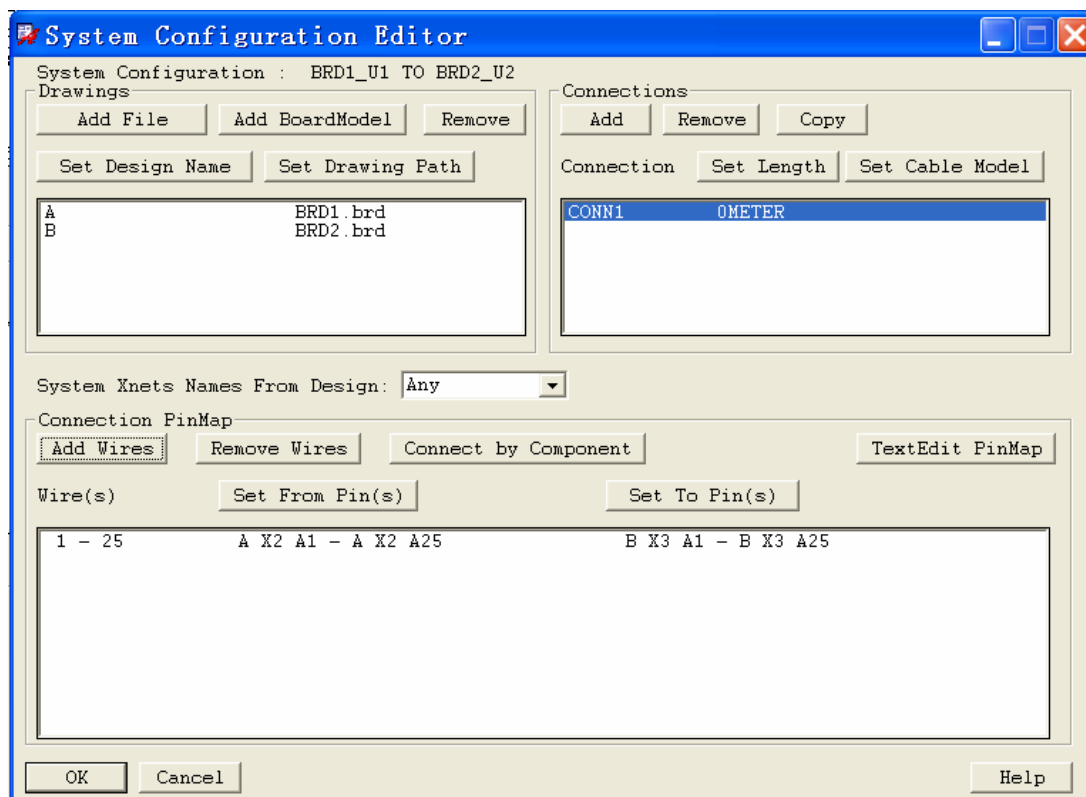

图 7—20 编辑完成第一个连接
- 2、在 **Signal Analysis Initialization** 窗口的 **System Configuration Setup** 部分的下拉列表中选择 BRD1_U1 TO BRD2_U2，图 7—21